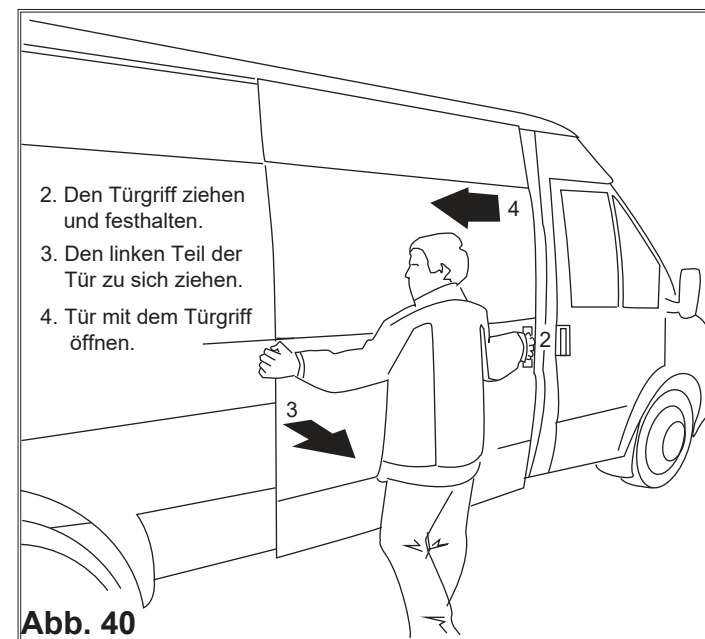

Abb. 40
2. Den Türgriff ziehen und festhalten, (Abb. 40).
3. Den linken Teil der Tür zu sich ziehen, (Abb. 40).
4. Die Tür mit dem Türgriff nach links öffnen, (Abb. 40).